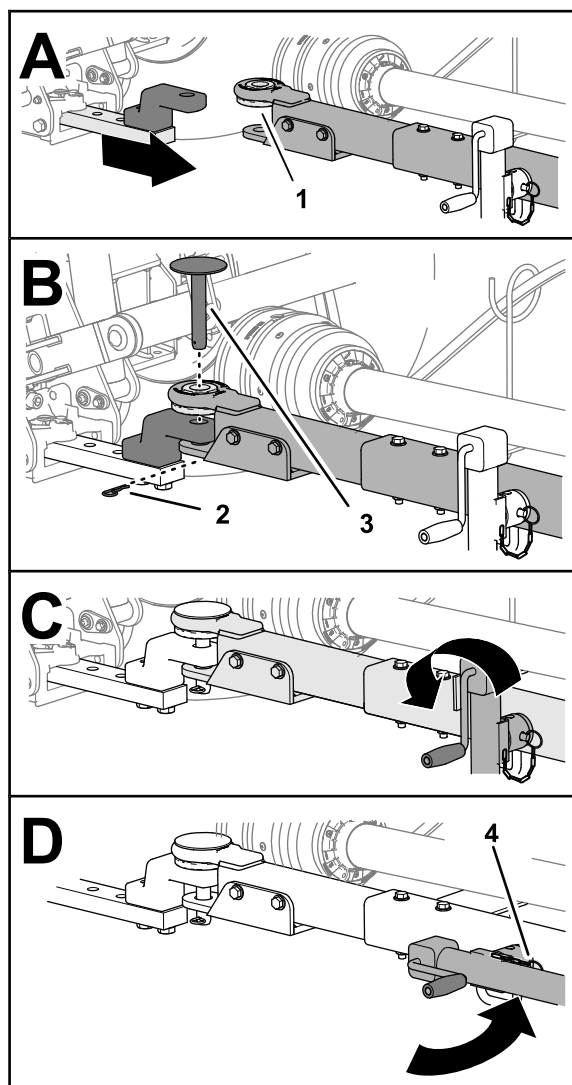

Figura 29
attraverso i fori nella barra di traino e nel timone e fissate il perno con la coppiglia (Figura 29).
6. Sollevate completamente il martinetto (Figura 29).
7. Rimuovete il perno che fissa il martinetto alla barra di traino, ruotate in orizzontale il martinetto e fissate il martinetto sulla barra di traino con il perno (Figura 29).